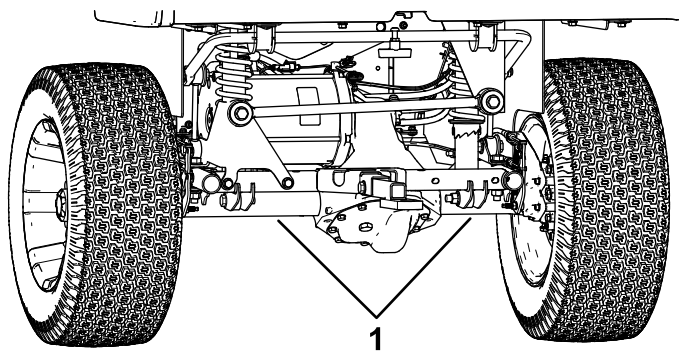

Figura 27
- Punctul de ridicare din partea din spate a mainii este situat sub tubul axului (Figura 27).